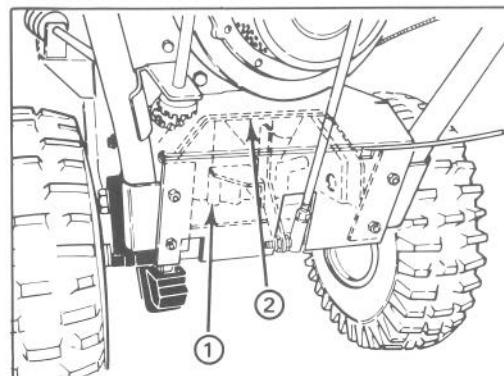

Figure 26
3. Desserez les 4 boulons à tête à colerette (2 boulons de chaque côté) qui tiennent le châssis de transmission au châssis du moteur (fig. 26 à 27).